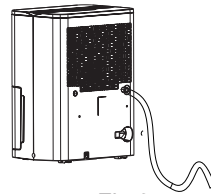
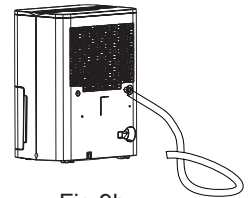

Fig.9a
Fig.9b
- Certifique-se de que a água corre no sentido descendente e permita que flua livremente. Não instale a mangueira de água conforme demonstrado na Fig. 9a e Fig. 9b.